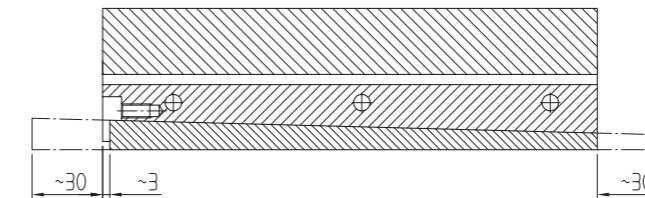

Bild 29. Einschieben und Kürzen des Zustellkeils
Zustellschiene (3) mit Druckschrauben (4) (Bild 27) (bei ML-Schienen mit Keil) (Bild 29 bis 31 vorspannen).
Zustellkeil unter die ML-Schiene schieben und Führung spielfrei einstellen (Bild 29). Den ungehärteten Keil auf der Zustellseite der Schiene so kürzen, dass er ca. 3 mm gegenüber der Stirnseite der Schiene zurücksteht (Bild 29). Auf der gegenüberliegenden Seite den Keil bündig mit dem Schienenende kürzen.